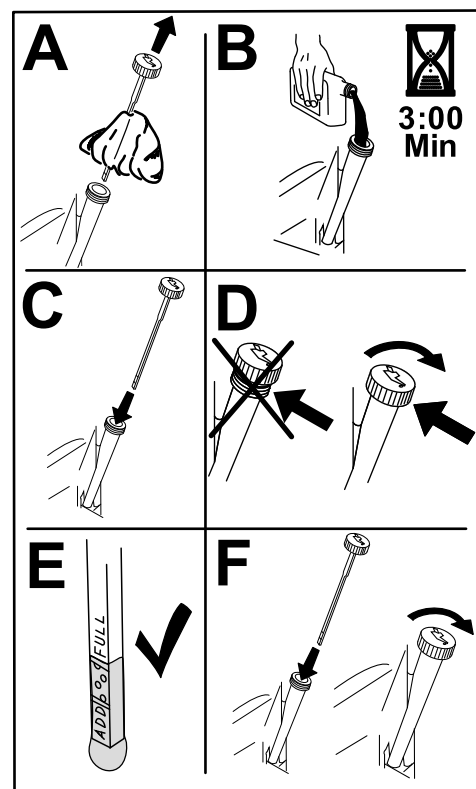

Figura 38
- Vierta lentamente un 80% aproximadamente del aceite especificado por el tubo de llenado, luego añada lentamente el resto del aceite hasta que llegue a la marca de **Lleno** (Figura 38).